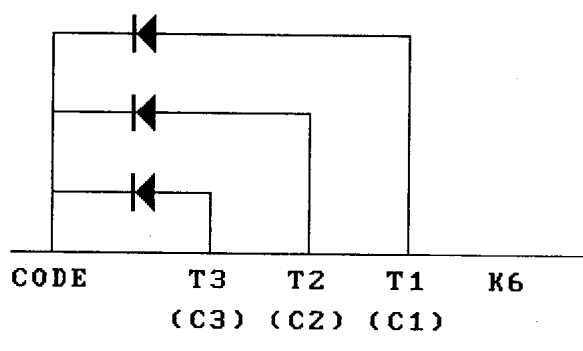

图 1-3-5 用户码设定图
- 用户码(C1、C2、C3)的设定根据 T1、T2、T3 与 CODE 之间是否连接二极管来确定, 如图 1-3-5。接二极管的 T 端对应的 C 端为“1”, 不接二极管的则为“0”。若 BL9148 与 BL9149 配合使用, C1 必须设定为“1”, C2、C3 则可设定为 01、10 或 11。若 BL9148 与 BL9150 配合使用, C3 必须设定为“1”, C1、C2 则可设定为 01、10 或 11。